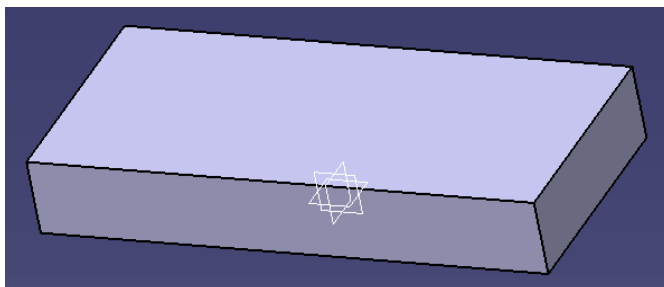

图 3-53
(1) 用 Rectangle → Pad 功能画如图 3-53。